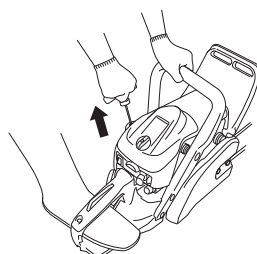

Fig. 16
4. Tirez vivement sur la poignée du lanceur à retour automatique en faisant attention de ne pas relâcher la poignée brusquement mais d'accompagner son retour. (Fig. 16)
7. Tirez de nouveau vivement sur la poignée du lanceur à retour automatique de la manière indiquée précédemment. (Fig. 16)